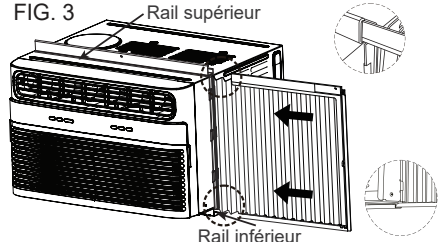

FIG. 3
- Une fois le panneau installé sur le côté du boîtier, assurez-vous qu'il est fixe à l'intérieur du canal du cadre en effectuant de légers ajustements. Glissez les extrémités supérieure et inférieure du cadre dans les rails supérieur et inférieur du boîtier. Voir la FIG. 3.